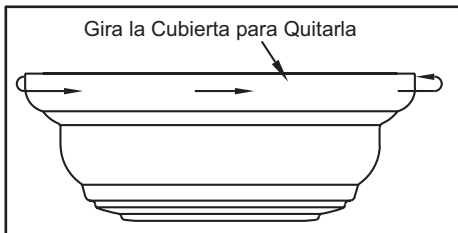

Figura 5
1. Retira el aro en la cubierta, girándolo a la derecha hasta que se desenganche (Figura 5).